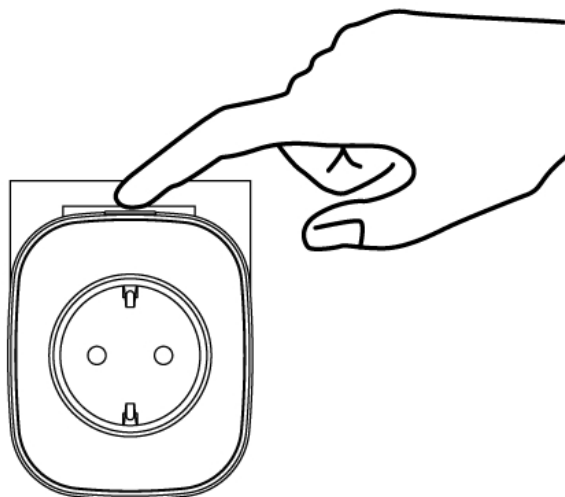

Рисунок 2.2.4.1
- Зажать кнопку розеточного модуля (см. Рисунок 2.2.4.1) на время четыре – пять секунд, пока не начнёт мигать синяя индикация в кнопке.
Тест качества связи запускается посредством долгого нажатия (не менее пяти секунд) на кнопку прибора (см. Рисунок 2.2.4.1), пока не начнёт мигать синяя индикация в кнопке, и последующего отжатия кнопки. В течение трёх секунд повторно кнопку не нажимать. Запуск процедуры может занимать до 2 секунд после отжатия кнопки, при этом прибор осуществляет анализ радиоэфира и регистрацию на оптимальном ПКП или ретрансляторе.
- Выключите питание (выньте прибор из розетки) и зажмите кнопку розеточного модуля (см. Рисунок 2.2.4.1) до полной разрядки конденсаторов (5-10 с).